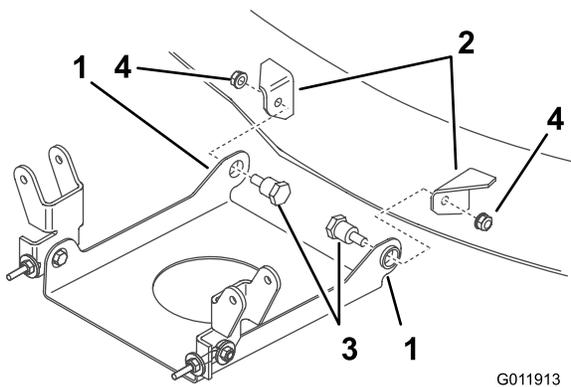

Bild 5
7. Positionieren Sie die Befestigungsplatte (die Laschen sollten nach oben zeigen) zwischen den Befestigungen vorne am Mähwerk (Bild 5).
8. Setzen Sie die Ansatzschrauben durch die Befestigungsplatte in die Mähwerkhalterungen ein. Befestigen Sie sie mit Sicherungsmuttern (Bild 5).